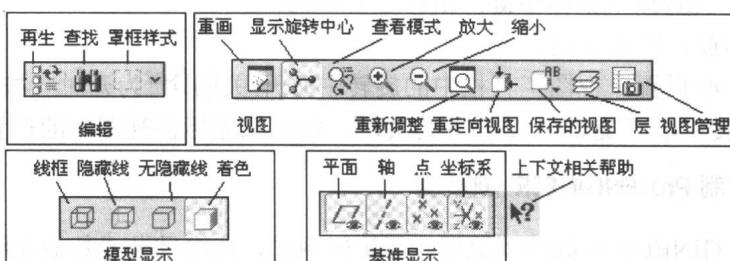

图 1-2-4 系统工具栏
- (1) 标题栏：显示当前编辑的模型文件名。
- (2) 菜单栏：由“文件”、“编辑”、“视图”等下拉菜单条构成。
- (3) 系统工具栏：工具栏中各按钮的含义如图 1-2-4 所示。